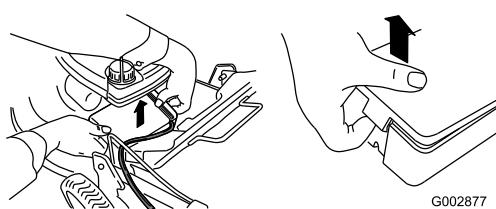

Figure 9
- Dégarez les deux extrémités du couvercle de la batterie et déposez le couvercle(Figure 9).